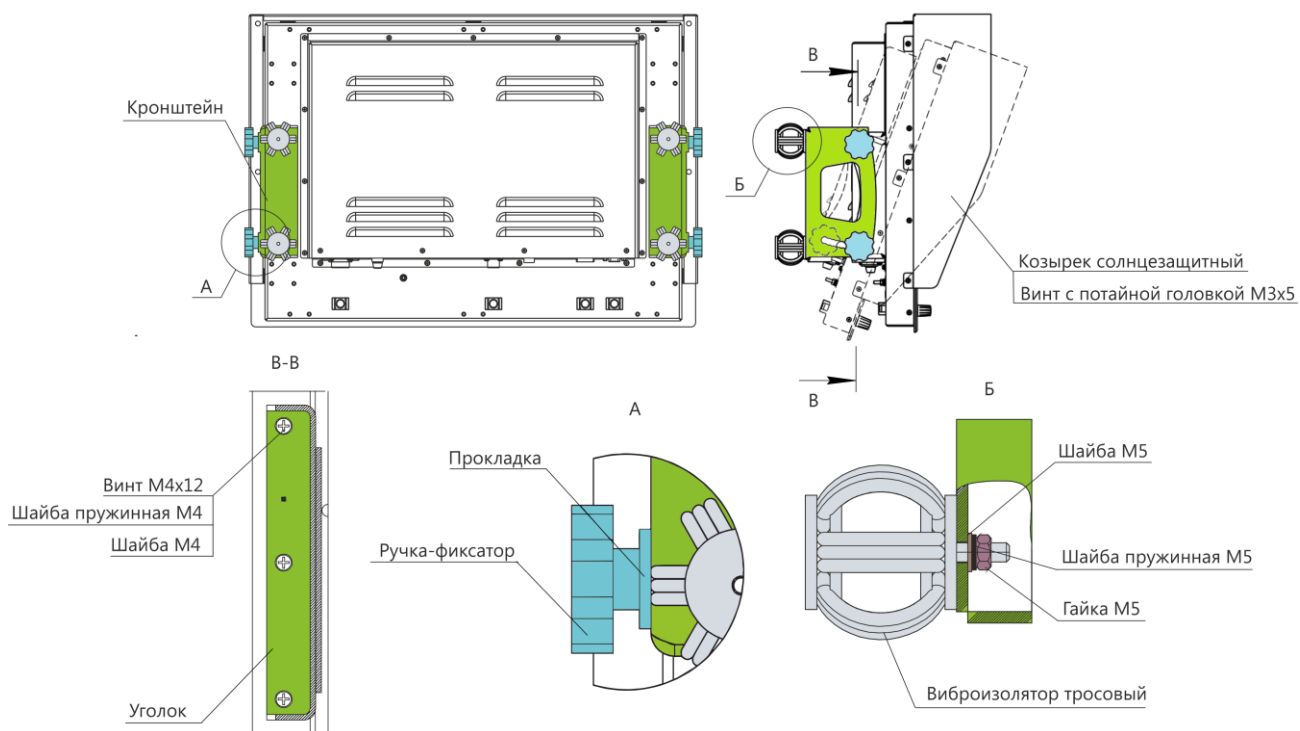

Рисунок 6 – Настенный монтаж на регулируемом кронштейне
4) настенный монтаж на регулируемом кронштейне (см. рисунок 6) представляет собой крепление изделия к поверхности с помощью регулируемых кронштейнов, ручек-фиксаторов и монтажного комплекта метизов.